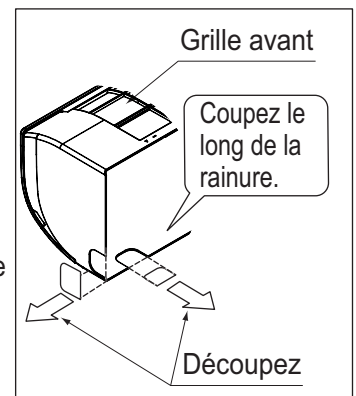

Fig. 4
- Si vous utilisez les vis de fixation du panneau d'installation (2), fixez-le avec au moins 4 vis de chaque côté (pour un total de 8 vis (catégorie 15-32), de 9 vis (catégorie 40-63)) de la position du tasseau d'installation recommandée sur le gabarit d'installation en papier fourni (3).
#### (3) Si vous faites passer les tuyaux par la gauche, par la partie inférieure gauche, par la droite ou par la partie inférieure droite, pratiquez le trou de passage des tuyaux dans la grille avant. (Reportez-vous à la Fig. 4)